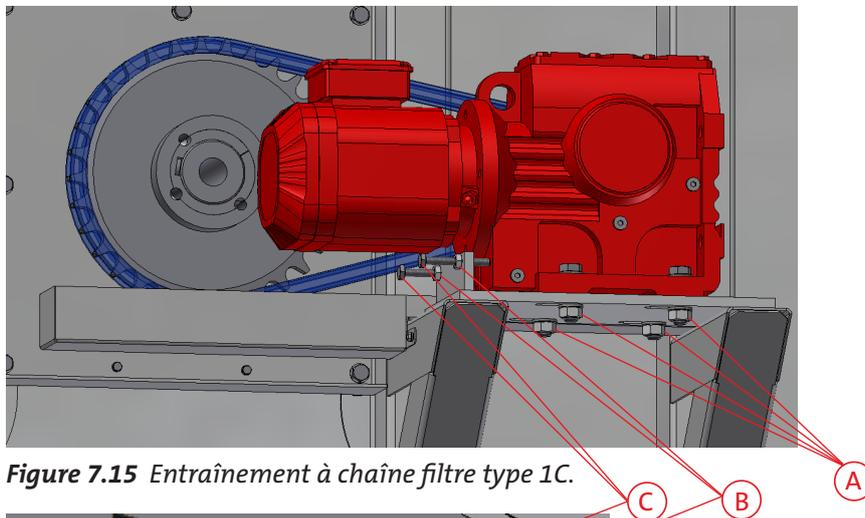
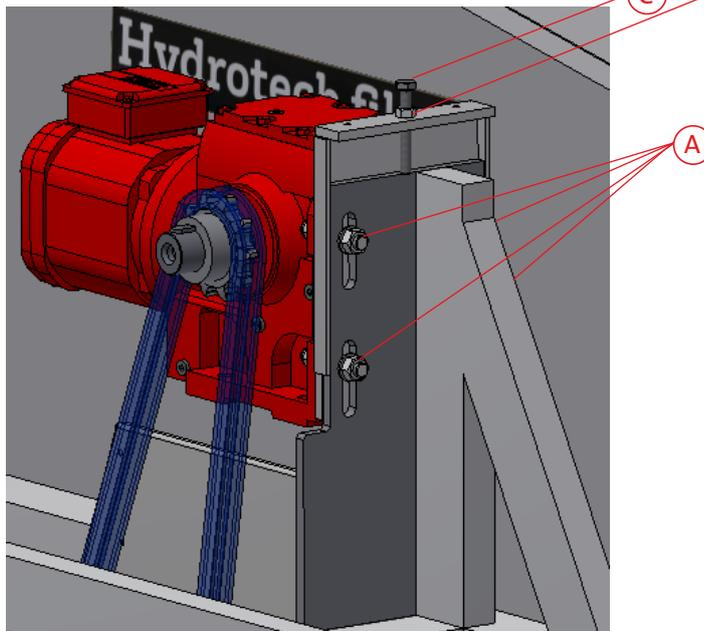

Figure 7.15 Entraînement à chaîne filtre type 1C.
Figure 7.16 Entraînement à chaîne filtre type 2C.
1. Tournez l'interrupteur principal sur le mode OFF (0) et verrouillez-le à l'aide d'un cadenas.
2. Retirez les quatre écrous (A) (voir la Figure 7.15 et la Figure 7.16).
3. Desserrez l'écrou/les écrous (B).
4. Réglez la tension de la chaîne à l'aide de la ou des vis (C).
5. Fixez la ou les vis (C) avec l'écrou ou les écrous (B).
6. Serrez les quatre écrous (A).